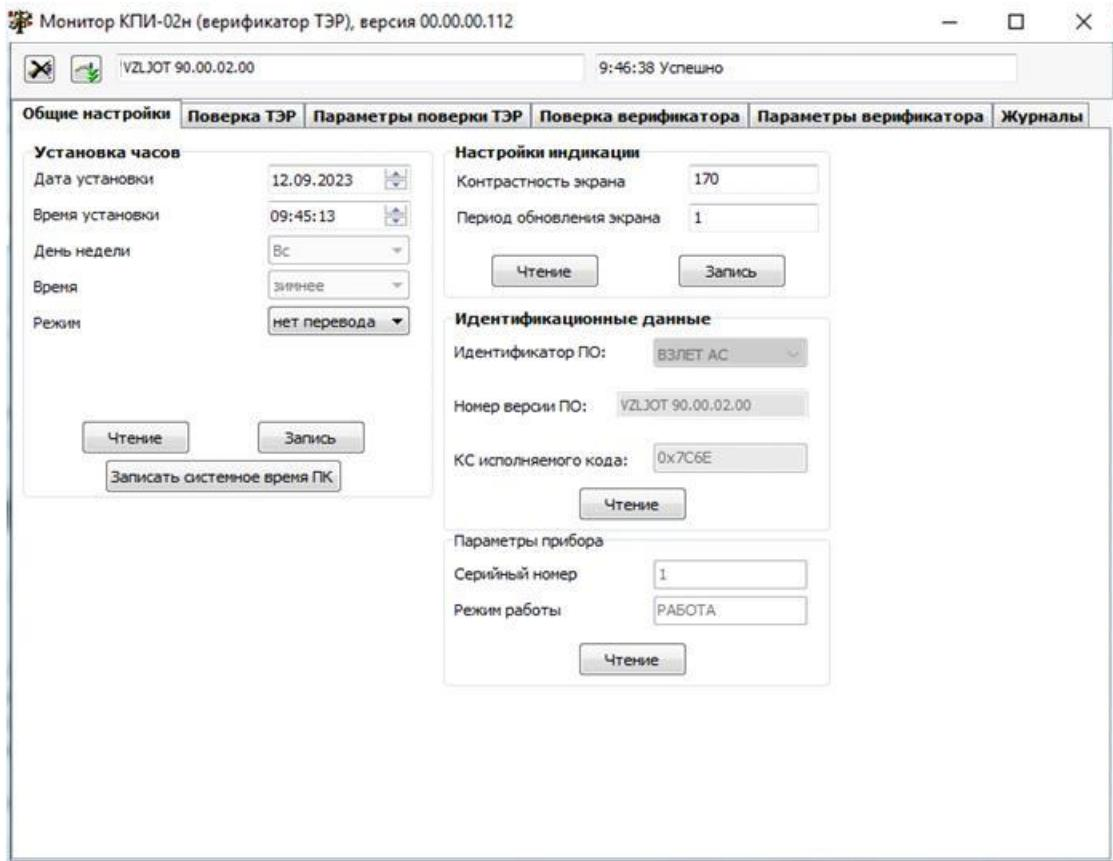

Рис.5. Вкладка «Общие настройки» программы «Монитор КПИ-02» после открытия канала связи.
**Успешно** (рис.5). При этом кнопка  изменит вид на  (Закрыть канал связи).